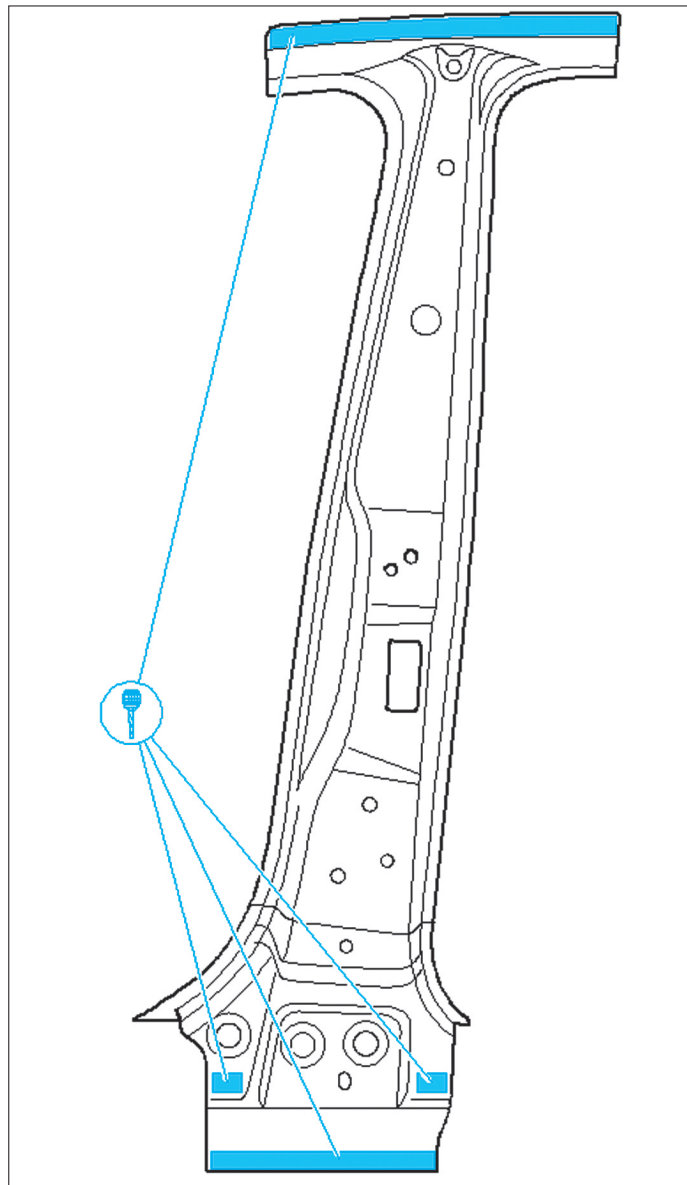

FIG. 39
- Sur la pièce neuve, percer les orifices nécessaires pour les soudures par bouchonnage (Fig.39).